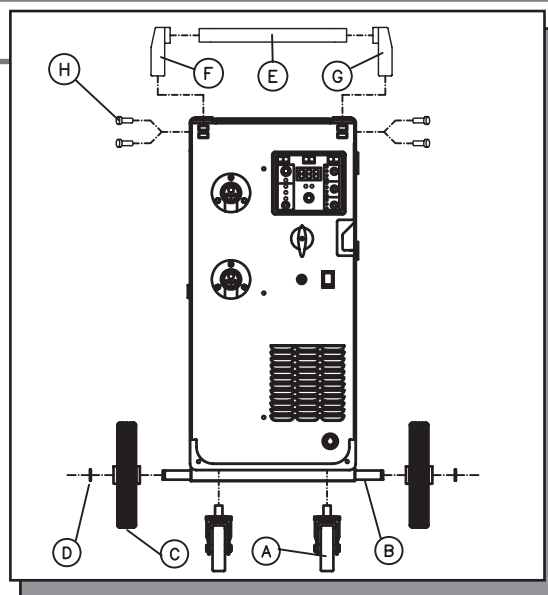

FIG. 6
5.1 ASSEMBLAGGIO RUOTE E MANIGLIA (FIG.6)
- ✓ Fissate le ruote girevoli anteriori (A);
- ✓ Inserite il perno di supporto (B) negli appositi fori e fissate le ruote (C) con gli appositi anelli (D);
- ✓ Assemblare la maniglia (E) ed i supporti (F/G) e fissarlo con le viti in dotazione (H).